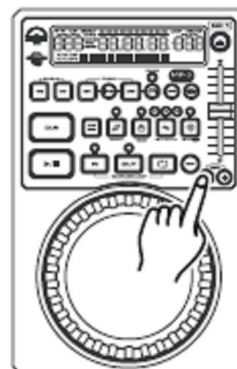

Abbildung 26
Die (+) *PITCH BEND-TASTE* (9) erhöht die Wiedergabegeschwindigkeit des Tracks und die (-) *PITCH BEND-TASTE* verlangsamt die Wiedergabegeschwindigkeit des Tracks. Die Änderung der Geschwindigkeit ist von der Zeitdauer abhängig, für welche die Taste gedrückt wird. Wird beispielsweise die (+) *PITCH BEND-TASTE* (9) wie in Abbildung 26 kontinuierlich gedrückt, so erhöht sich die Wiedergabegeschwindigkeit, bis die Höchstprozentzahl von 16% erreicht wurde. Beim Loslassen der (+) *PITCH BEND-TASTE* (9) kehrt die Geschwindigkeit der Disc automatisch zur vorher eingestellten Geschwindigkeit zurück.
3. JOG WHEEL (12)